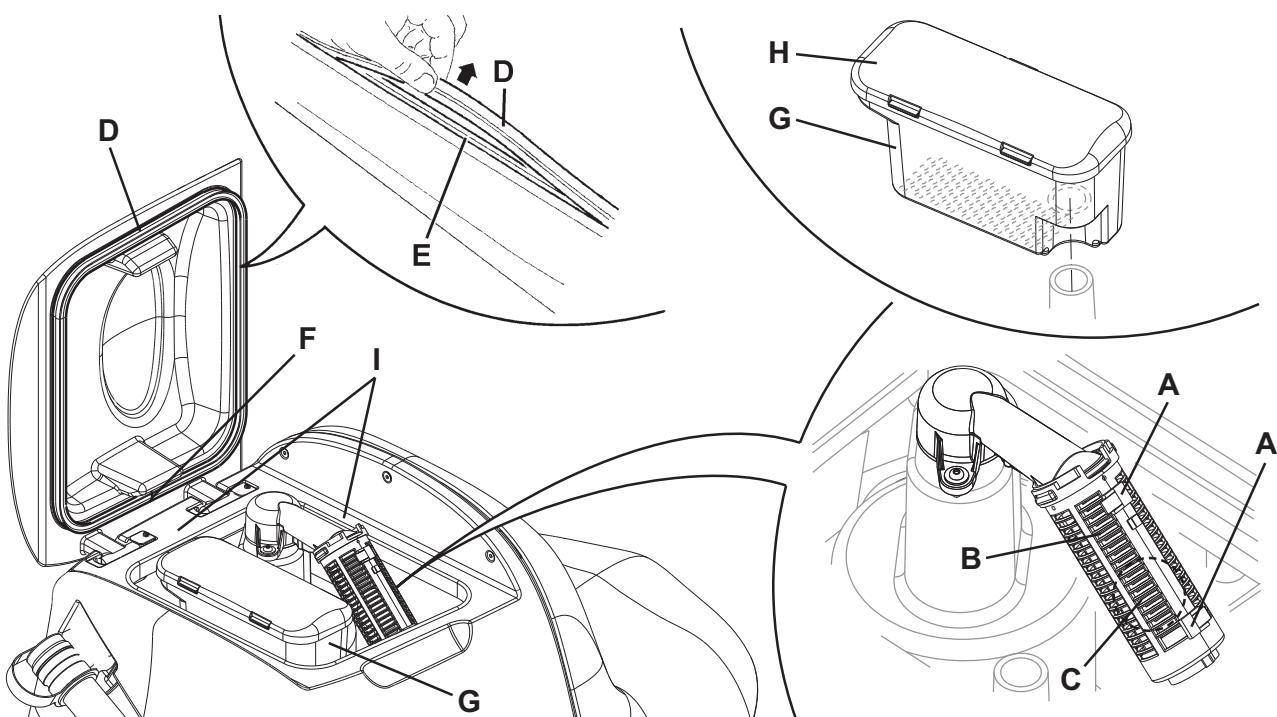

Figure 8
2. Positionner la clé de contact (58) sur "0".
3. Ouvrir le couvercle (20).
4. Nettoyer et laver à l'eau propre le couvercle (20) et le réservoir (19). Vider l'eau du réservoir avec le tuyau (24).
5. Nettoyer la grille d'aspiration (27), dégager les dispositifs de retenue (A, Fig. 8), ouvrir la grille (B), récupérer le flotteur (C) et nettoyer soigneusement ; enfin reposer en place.
6. Nettoyer le conteneur déchets avec la grille correspondante (26), démonter le conteneur (G), enlever le couvercle (H), puis nettoyer avec soin et installer à nouveau sur le tuyau d'aspiration.
7. Contrôler l'intégrité du joint d'étanchéité (D) du couvercle du réservoir.